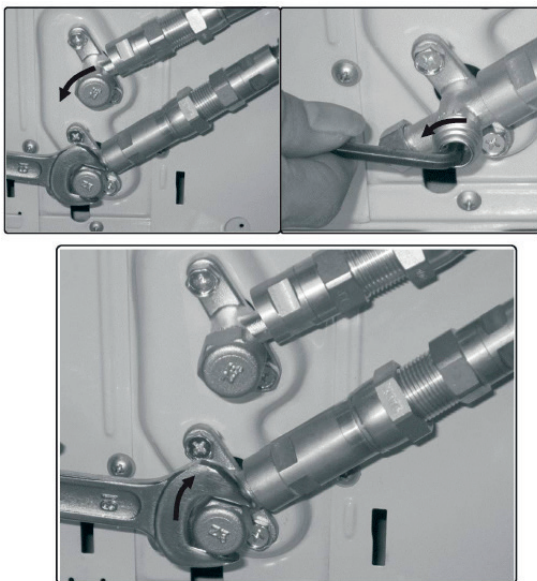

Fig. 6.6
6. Enlevez maintenant le couvercle sur la valve inférieure en utilisant une clé plate de 19 mm. Ouvrez la valve en la tournant dans le sens contraire des aiguilles d'une montre aussi loin qu'elle peut aller en utilisant une clé Allen de 5 mm. La valve est maintenant ouverte. Si la valve n'est pas complètement ouverte, le système peut mal fonctionner et subir des dommages. Vissez à nouveau le couvercle sur la valve inférieure et serrez-le bien pour s'assurer qu'il est bien scellé. Voir la Fig.6.6.